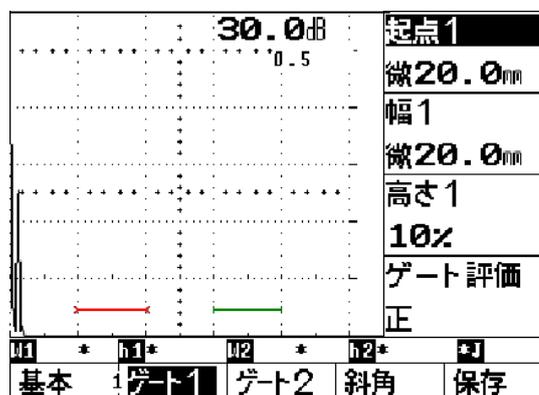

図 2 ゲートの調整
②図2に示す、起点1表示横の  キーを押し、起点1を白抜きに反転させる。もう一度  キーを押すと数値の前に“微”の文字が表示され、右ダイヤルを回して数値を細かく変化させることができる。
③ゲート高さや幅を変えるには、表示されている箇所の  キーを押し、文字が反転しているのを確かめてから、右ダイヤルを回して変更する。